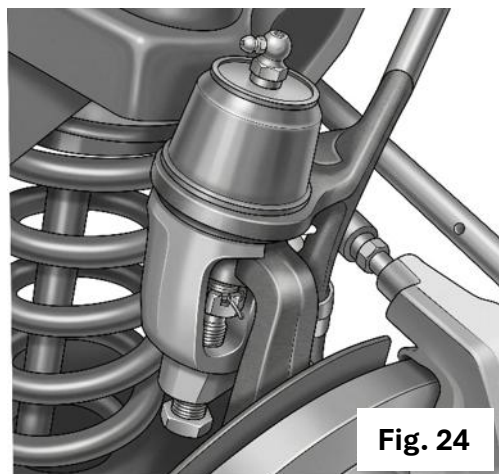

Fig. 24
- Un **premier montage**, avec une rotule fixée aux bras supérieurs par un axe traversant et une entretoise ; **Fig. 24**